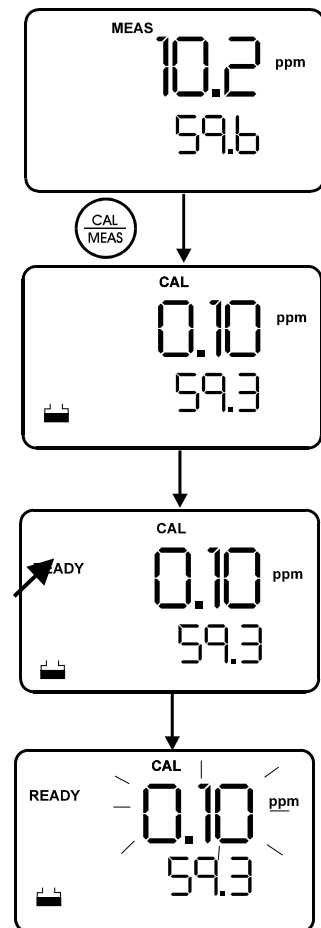

图5：一点校正
6. 按 **ENTER** 键确认第一个校准点（见图 5）。几秒钟后上方的显示板会转到下一个校准点。校准后，会显示下一个校准点，例如 1.0ppm。在将电极放入下一种标准校准溶液（例如 **1.0ppm**）前，药用去离子水冲洗电极。